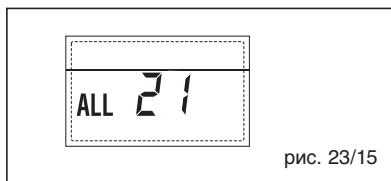

рис. 23/15
**– СРАБАТЫВАНИЕ ПРЕДОХРАНИТЕЛЬНОГО ТЕРМОСТАТА ВТОРОЙ СМЕШАННОЙ ЗОНЫ “ТРЕВ 22” (рис. 23/16)**